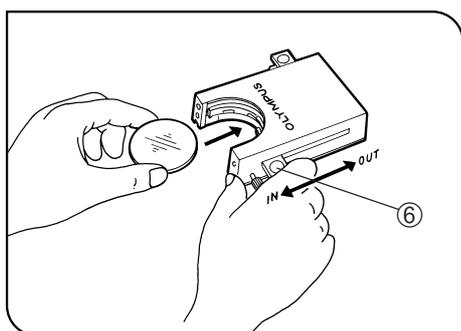

Abb. 7
Verwenden der Filterkassette (Abb. 7 - 10)
2. Den Schieber ⑥ in die Position IN (Eingeschwenkt) schieben. Darauf achten, dass er richtig einrastet. (Abb. 7)
3. Den Schieber in der in Abb. 7 gezeigten Position halten und den Filter in Pfeilrichtung in die Kassette einsetzen.